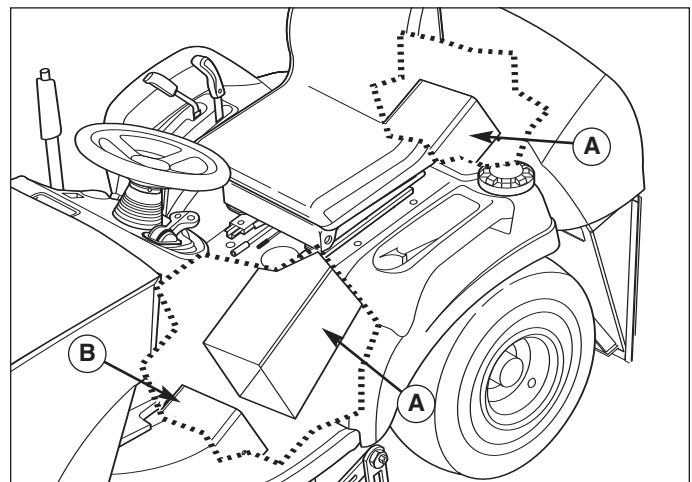

Figura 9. Tubo di scarico
7. Spingere il tubo di scarico (A, Figura 9) verso la parte posteriore per separarlo dall'apertura di scarico del tagliaerba (B).
4. Vedere Figura 9. Far scorrere il tubo di scarico sull'apertura di scarico del tagliaerba..